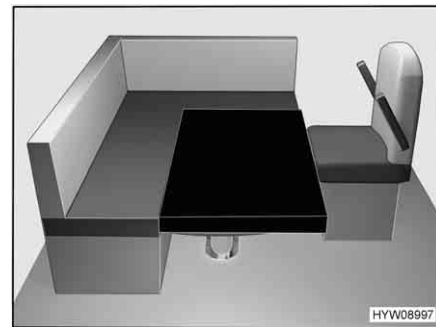

Fig. 65 Dopo la trasformazione
- Posizionare il cuscino aggiuntivo sul tavolo come mostrato in Fig. 65. Gli angoli arrotondati sono indicati in avanti a destra.